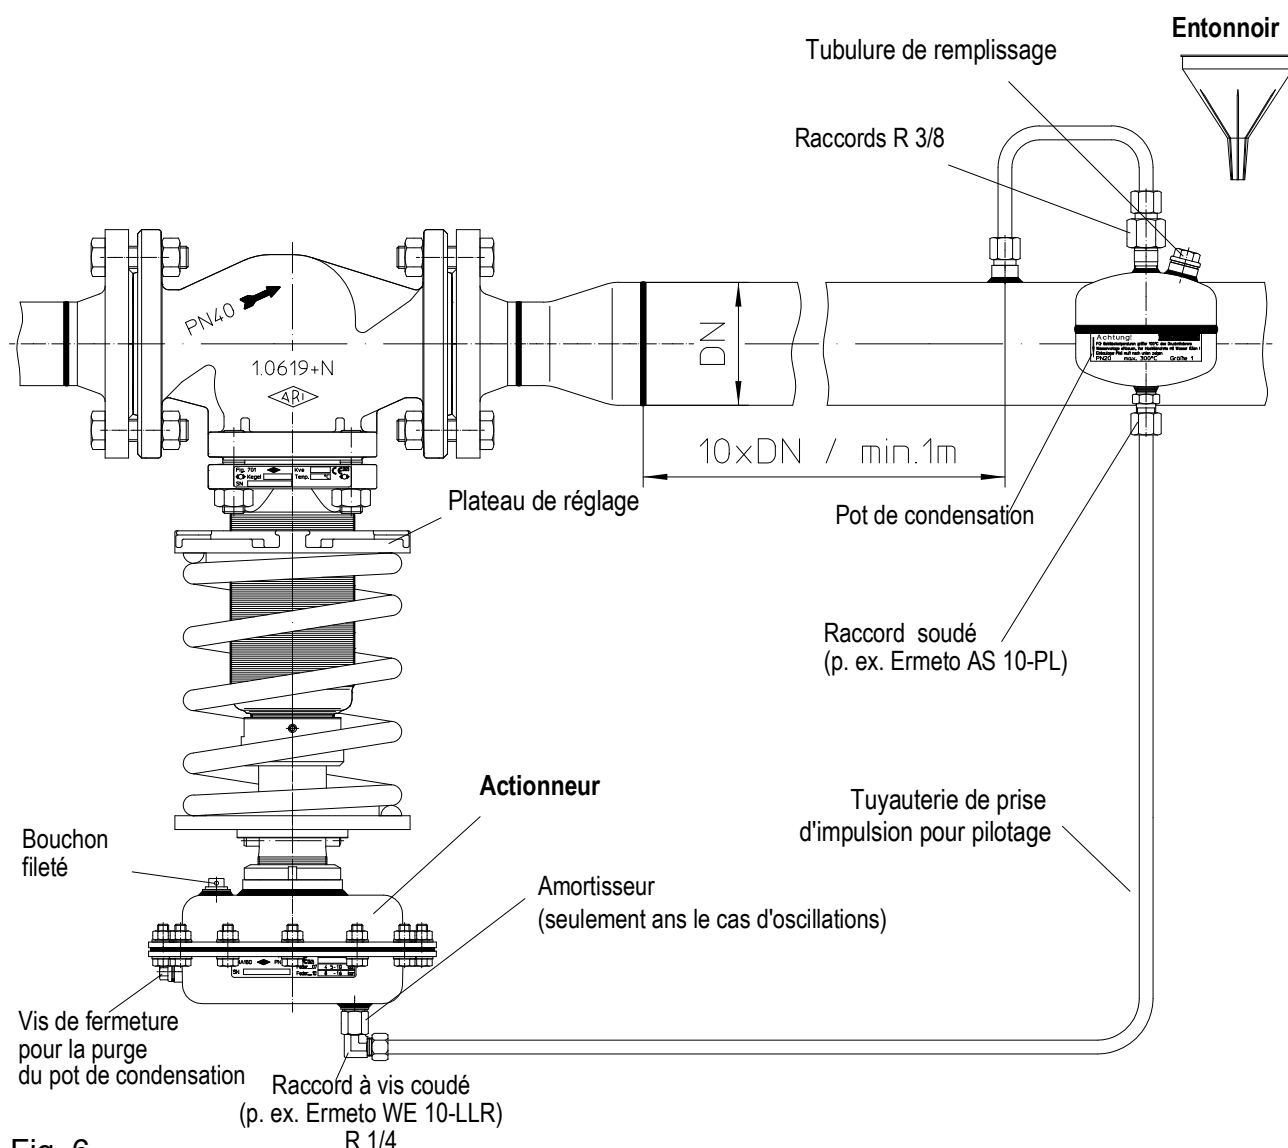

Fig. 6
- le pot de condensation doit alors être entièrement rempli de liquide (pour la vapeur, qu'il soit rempli d'eau) et que l'actionneur soit purgé de son air par l'intermédiaire de la vis de fermeture (voir Fig. 6).